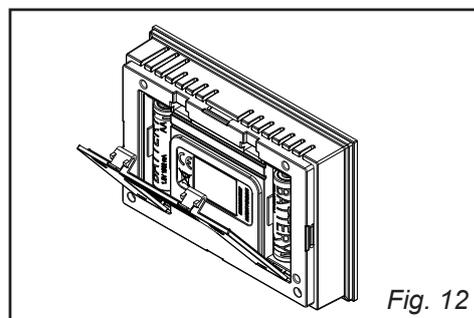

Fig. 12
6.1 Staccare il cronotermostato dalla dima di fissaggio a parete facendo leva sui denti disposti ai lati (Fig.12).